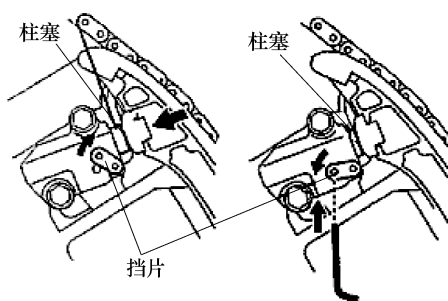

图 1-44 拆卸 1 号链条张紧器
4) 拆卸 1 号链条张紧器总成, 见图 1-44。
① 向上移动挡片以松开锁止, 并将柱塞推入张紧器中。
② 向下移动挡片以锁止, 并将六角扳手插入挡片孔中。
③ 拆下两个螺栓和链条张紧器。